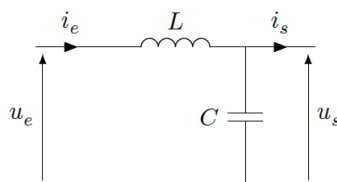

Figure 2 Circuit LC
I.B.2) Soit le circuit formé d'un condensateur de capacité C et d'une bobine idéale d'inductance L (figure 2).